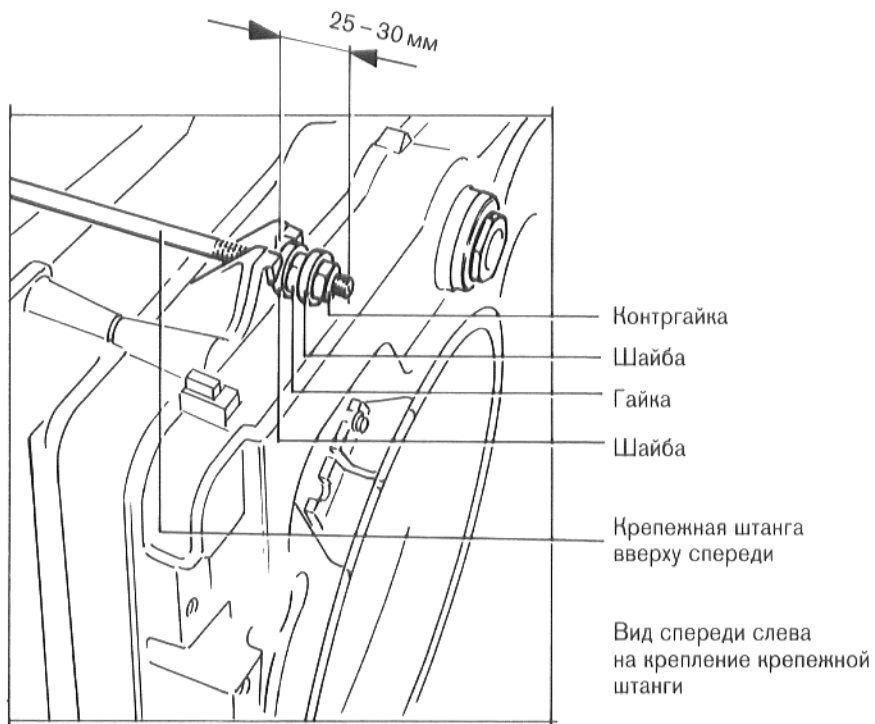
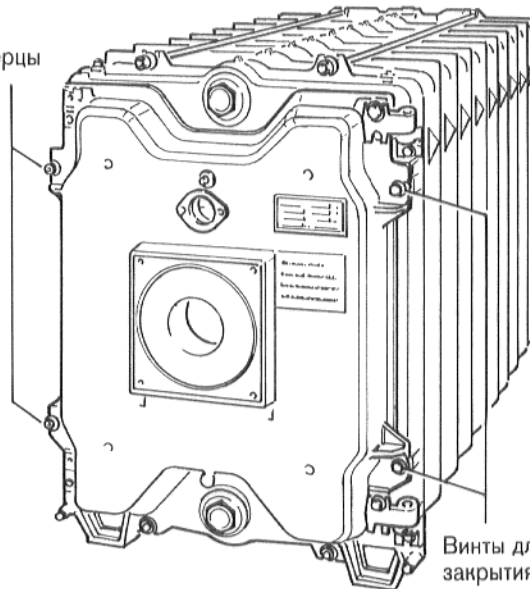

Рис. 15
Рис. 18
Надеть у **передней стороны котла** шайбу на крепежную штангу и накрутить гайку, надеть вторую шайбу и накрутить контргайку (рис. 15). Расстояние между местом крепления крепежной штанги у переднего элемента, и началом крепежной штанги, должно равняться, примерно, 25 – 30 мм.
**При открытии дверцы горелки ослабить только винты или гайки указанные на рис. 18.**
Открыть **дверцу горелки**, чтобы облегчить монтаж верхней поперечины (рис. 22). Открытие дверцы горелки см. стр. 16 и рис. 18.
Насадить **поперечину** (верхнюю, рис. 22) продольными отверстиями, спереди, слева и справа на крепежную штангу и закрепить контргайками (см. рис. 15). Закрыть дверцу горелки слева и справа двумя шпильками и гайками, и двумя шестигранными болтами (ШЗ 19). Затягивайте болты равномерно (рис. 18). Шпильки вставляются напротив шарниров.